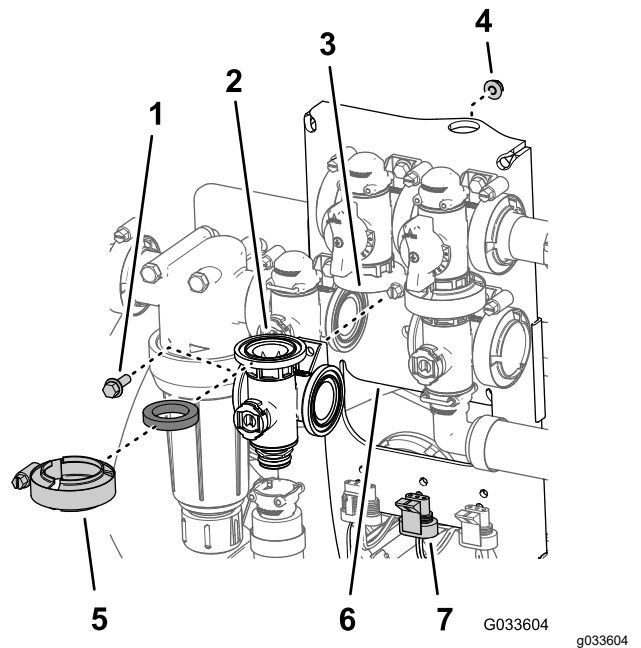

Figure 127
1. Alignez la bride du collecteur de la vanne d'agitation, un joint et la bride de la vanne de dérivation d'agitation (Figure 127).
- Montez la vanne d'agitation sur le support à l'aide du boulon à embase et du contre-écrou à embase (Figure 127) que vous avez retirés à l'opération 3 de Dépose de la soupape du collecteur d'agitation \(page 83\), et serrez l'écrou et le boulon à un couple de 10 à 12 N·m.